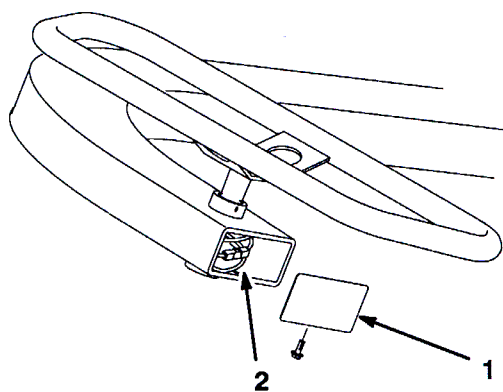

図 53
2. ケーブル端部のネジ切り部を全部使ってもたるみを取ることができなくなったら、ケーブルの交換が必要です。時々、ステアリング・コラムのカバーを外し、ハンドルの下にあるプーリとケーブル部を点検してください（図 53）。